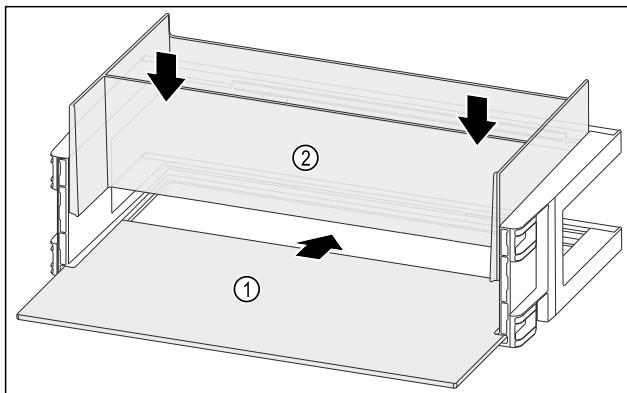

Fig. 138
- ▶ 将搁板 Fig. 138 (1)推入侧面凹槽。
- ▶ 装入收纳盒 Fig. 138 (2)。